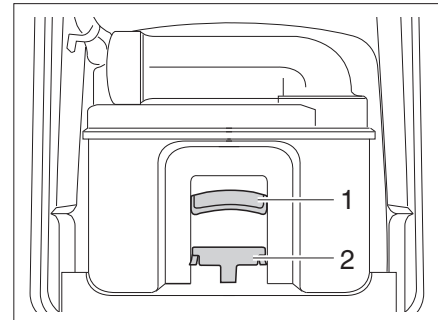

Bild 135 Thetford-Kassette
- Haltebügel (Bild 135,1) nach oben ziehen und Thetford-Kassette (Bild 135,2) herausziehen.
- Darauf achten, dass die Kassette durch den Haltebügel (Bild 135,1) gesichert ist.